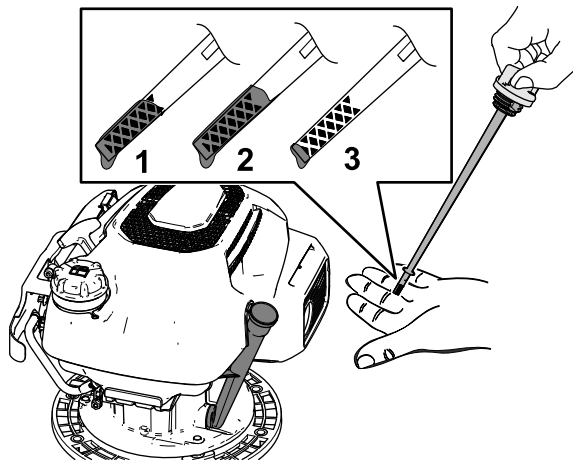

Figuur 15
3. Giet langzaam de aanbevolen motorolie in de vulbuis (Figuur 15) en wacht 3 minuten.